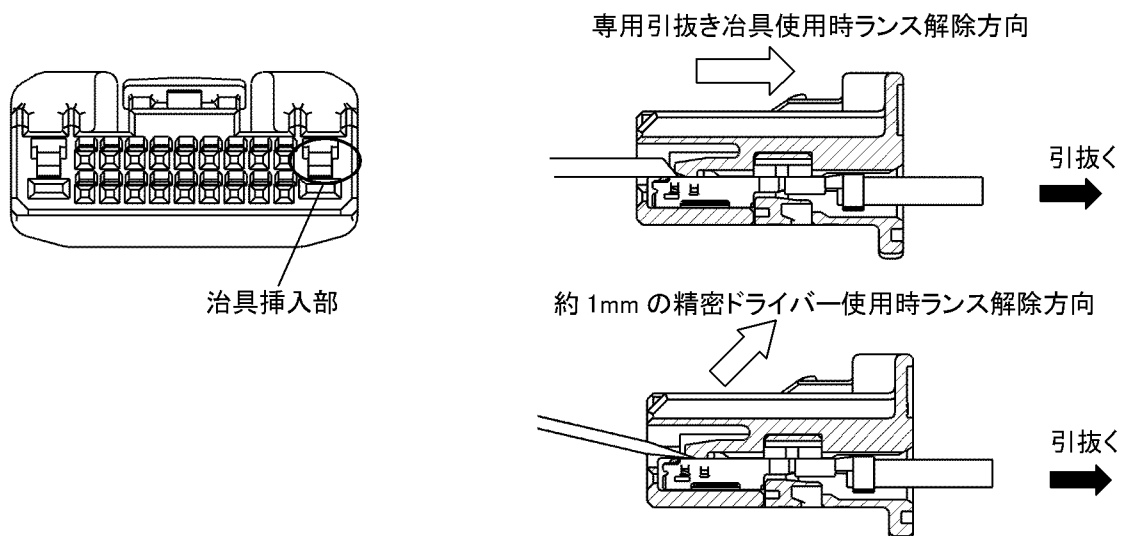

Fig.14
- ①2.3 TW 専用の引抜き治具(型番 1999077-1)を推奨します。引抜き治具を Fig.14 に示す向きで所定の穴に挿入します。(ランスが解除されます。)ランスを解除した状態で電線を引っ張り、端子を引抜きます。
- ②専用の引抜き治具が無い場合は約 1mm の精密ドライバーを所定の穴へ挿入し、矢印の方向にランスが解除されるまで持ち上げたら電線を引張り、端子を引抜きます。